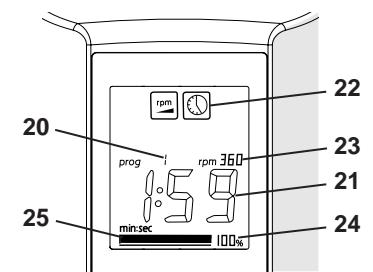

Fig. 7
- ◆ Informations affichées pour le programme sélectionné (Fig. 7):